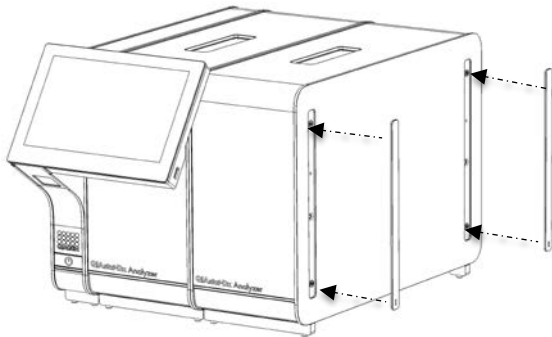

Figura 17. Reatașarea capacelor de protecție pe modulul analitic suplimentar.
5. Atașați la loc capacele de protecție pe partea laterală a modului analitic suplimentar (Figura 17).